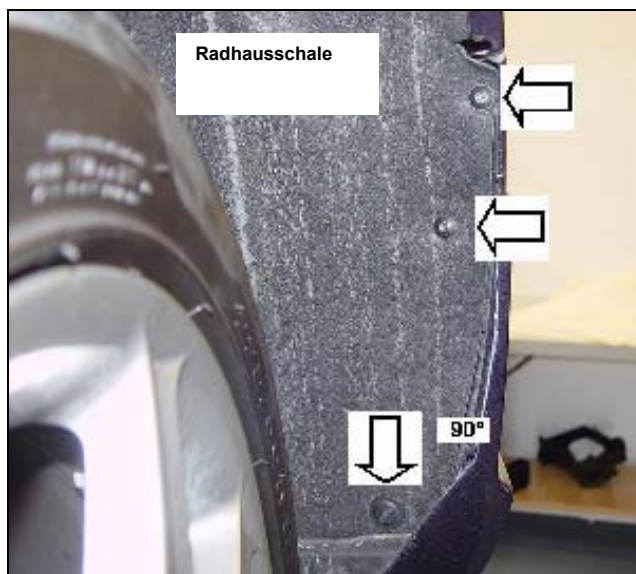

Abb. 4: Radhausschale rechts
7. Drehen Sie die beiden Torx Schrauben im Radhaus zur Befestigung der Radhausschale heraus. Lösen Sie die Plastikverschraubung (unten), indem Sie die Schraube um 90° entgegen dem Uhrzeigersinn drehen und dann herausnehmen. Wiederholen Sie den Vorgang auf der gegenüberliegenden Fahrzeugseite, (Abb. 4).